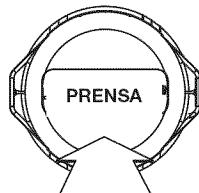

Fig. 17
- Vuelva a colocar la tapa de tope alineando las lengüetas de la tapa con los orificios de traba de lengüeta de la bobina exterior y presione firmemente hacia abajo hasta que ambas lengüetas caigan nuevamente en su lugar. (Fig. 17)